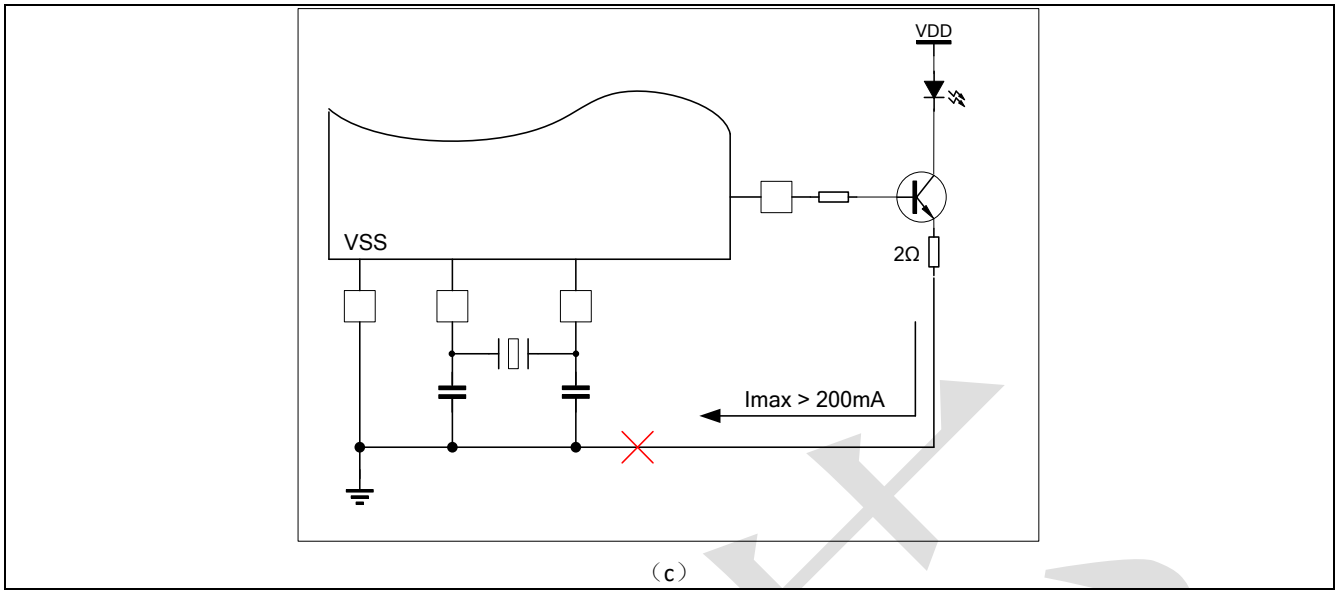

图 4-5 外接晶振不恰当走线
- ◇ 晶振电路附近尽量不要走高频信号，见图 4-5（a）。
- ◇ 晶振电路附近尽量不要有大电流回路，见图 4-5（b）。
- ◇ 不要有大电流流经晶振负载电容接地地通道，见图 4-5（c）。